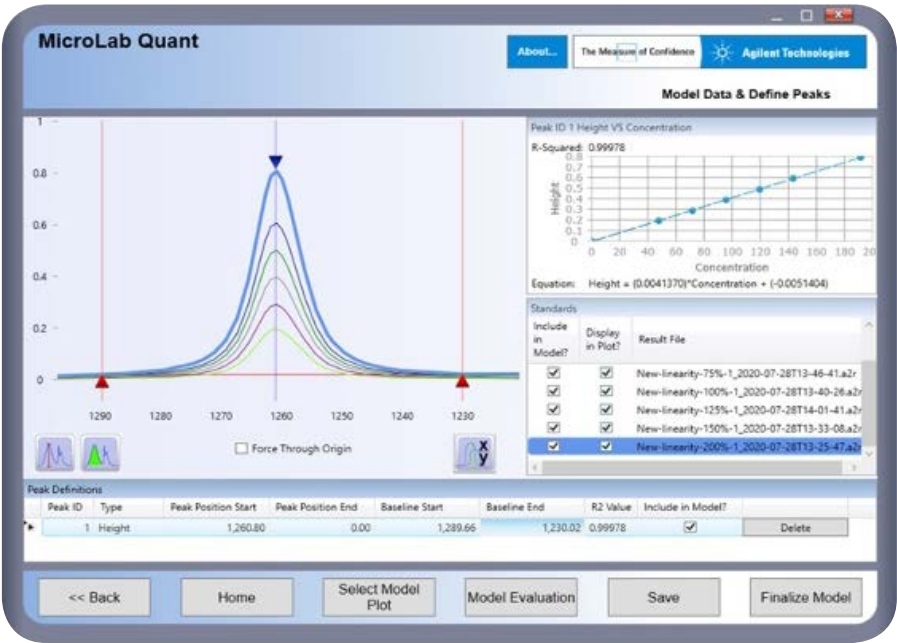

图 9. 使用 MicroLab Quant 对 DialPath 采样附件进行线性评估。在软件中自动执行校准曲线和相关系数计算
- 交互式软件界面支持快速轻松地创建和优化定量模型（图 9）